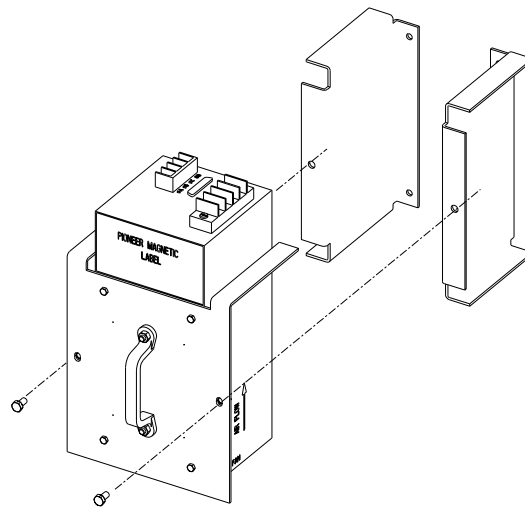

Bild 6.50 – Austausch des AC/DC Wandlers
3. Entfernen Sie die beiden M6 Schrauben (siehe Bild 6.50.)